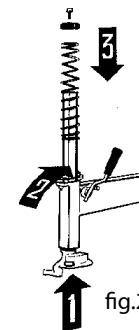

fig.21
- Estrarre l'asta. Sfilare la molla e reinfilare l'asta (fig.21) (1) nella sede originaria bloccandola a fine corsa (fig.21) (2)
- Inserire la molla nella parte superiore dell'asta (fig.21) (3) e riavvitare il cappello con chiave a brugola di 6mm.
- Remove the rod. Slide the spring off and reinsert the rod (fig.21)(1) in its original seating, locking it at the end of its travel (fig.21) (2).
- Insert the spring on the top of the rod (fig.21) (3) and refit the cap with a 6 mm hex key.
- Sortir la tige. Sortir le ressort et enfilez de nouveau la tige (fig.21) (1) dans son logement d'origine en la bloquant en fin de course (fig.21)(2)
- Introduire le ressort dans la partie haute de la tige (fig.21) (3) et visser à nouveau le capuchon avec la clef d'Allen de 6 mm.
- Den Stab herausziehen. Die Feder abstreifen und den Stab wieder in die Ausgangsstellung schieben und ihn am Ende des Durchlaufsblokkieren (Abb. 21) (2).
- Die Feder auf den oberen Teil der Stange aufsetzen (Abb. 21) (3) und die Schutzhaube mit dem Allen Wrench-Schlüssel von 6 mm wieder festschrauben.
- Extraiga la barra. Extraiga el resorte e introduzca nuevamente la barra(fig.19c) (1) en su asiento originario, bloqueándola al tope del recorrido(fig. 21) (2).
- Introduzca el resorte en la parte superior de la barra (fig.21) (3) y atornille nuevamente la cápsula con la llave de allen de 6 mm.